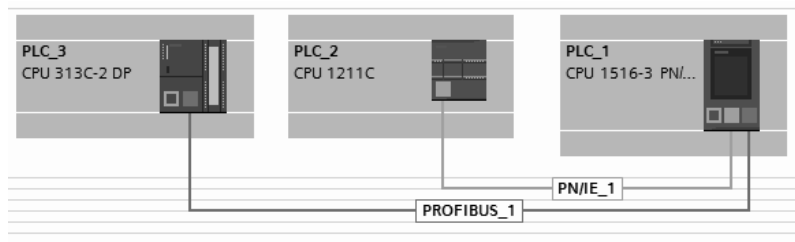

图 7-8 路由功能应用实例
⑨ 路由器 (Router, 转发者): 所谓路由就是指通过相互连接的网络把信息从源地点移动到目标地点的活动。一般来说, 在路由过程中, 信息至少会经过一个或多个中间节点。路由器是互联网的主要节点设备。如图 7-8 所示, 如果要把 PG/PC 的程序从 CPU1211C 下载到 CPU313C-2DP 中, 必然要经过 CPU1516-3PN/DP 这个节点, 这实际就用到了 CPU1516-3PN/DP 的路由功能。